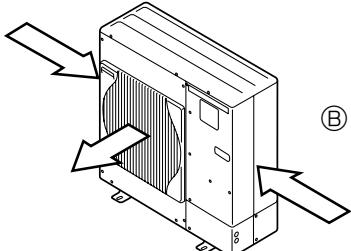

Fig. 2-4
- ③ По возможности разместите прибор так, чтобы воздух из выходного отверстия выдувался в направлении, перпендикулярном к сезонному направлению ветра. (Fig. 2-4)
- ④ Направление ветра